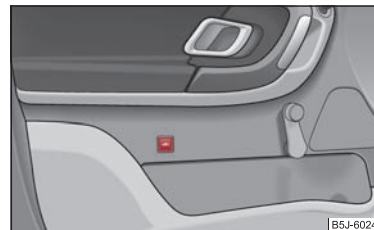

Abb. 31 Taste der Innenraumüberwachung
- Drücken Sie die Taste  an der Fahrertür ⇒ Seite 42, Abb. 31.